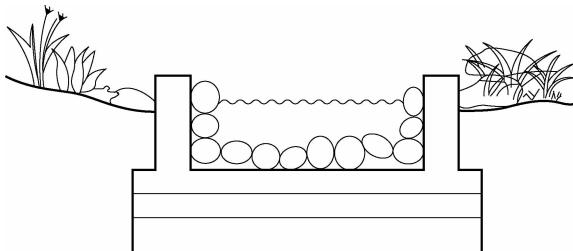

图 3-36 绘制植物、石块及云状线
(1)先用“多段线”“样条曲线”及“徒手绘制”(sketch)命令绘制植物及石块,再用“修订云线”(revcloud)命令绘制云状线,云状线的弧长为 100,该线代表水平面,绘制结果如图 3-36 所示。